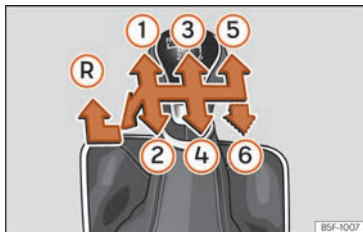

Fig. 213 Schema di un cambio manuale a 5 marce o a 6 marce.
Nella leva selettoria sono indicate le posizioni delle marce **»» fig. 213.**
- Per inserire la retromarcia, con la leva selettoria in posizione di folle, spingerla verso il basso, muoverla a fondo a sinistra e quindi in avanti **»» fig. 213 .**